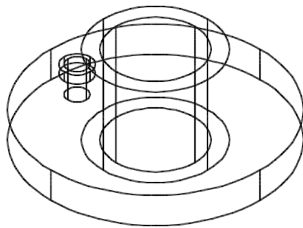

图 14-28 “移动”小圆柱示例
6) 选择“修改”面板→“移动”命令, 选取  $\phi 10$  小圆柱为移动对象, 移动距离 10, 或捕捉  $\phi 7$  的圆心, 完成移动, 如图 14-28 所示。